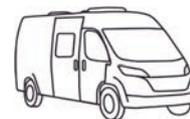

Fig. 88 Serraggio a croce di dadi delle ruote e bulloni delle ruote
- Serrare i dadi delle ruote o i bulloni delle ruote nell'ordine riportato in Fig. 88. A tale scopo, utilizzare una chiave dinamometrica e rispettare la coppia di serraggio indicata (vedi paragrafo 13.5).
- Controllare regolarmente il serraggio dei dadi o dei bulloni. Regolare il serraggio dei dadi delle ruote o dei bulloni delle ruote di una ruota sostituita dopo circa 50 km. A tale scopo, procedere seguendo l'ordine indicato in Fig. 88.
- Se si utilizzano cerchioni nuovi o riverniciati, regolare il serraggio dei bulloni o dei dadi dopo altri 1000 - 5000 km. A tale scopo, procedere seguendo l'ordine indicato in Fig. 88.